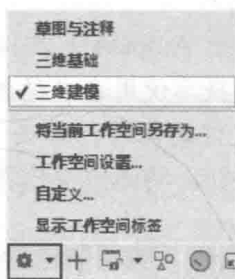

图 1-8 通过状态栏切换工作空间
- 状态栏:单击状态栏右侧的【切换工作空间】按钮,在弹出的下拉菜单中进行选择,如图 1-8 所示。